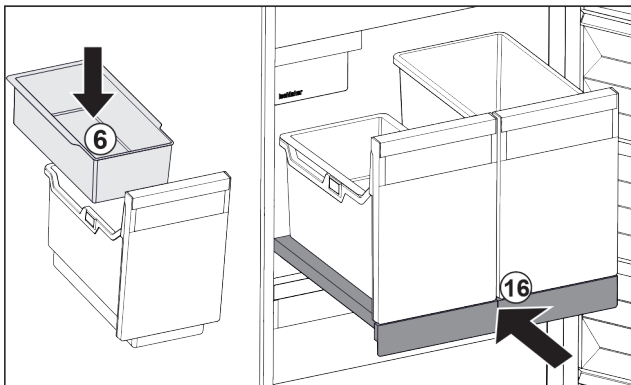

Fig. 87
- ▶ Sett inn brettet Fig. 87 (6) for isbiter.
- ▶ Skyv inn uttrekksplaten med beholder (IceTower). Fig. 87 (16)